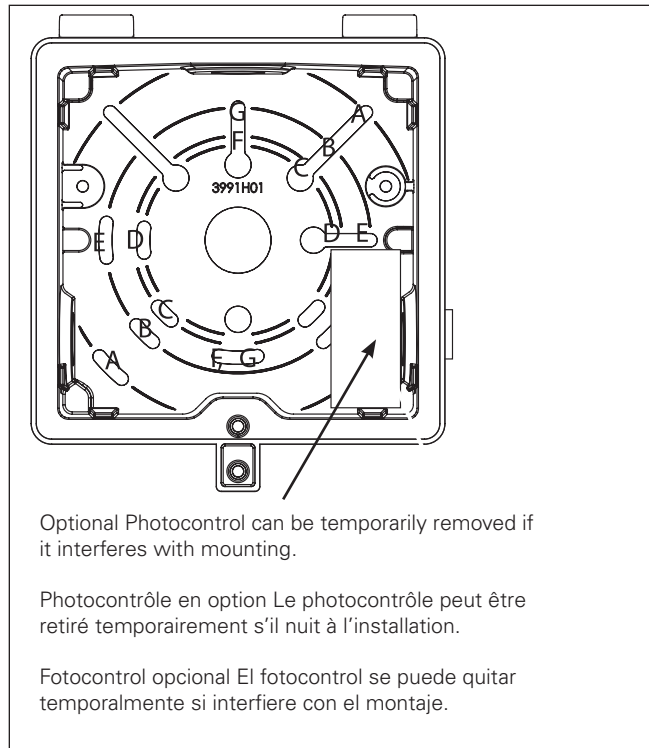

Figure 1., Figura 1.
1. Unscrew door with phillips screw driver. Remove door from back box. Confirm junction box size prior to removing the gasket material for the application (Figure 1). Only remove the gasket material needed for the installation. Mount back box to junction box via supplied hardware or lag mount. Utilize any junction box pairings for lag mount (Example: D-D). Lag mount hardware provided by others.
- Dévissez le couvercle avec un tournevis cruciforme. Retirez le couvercle du boîtier arrière. Vérifiez la taille de la boîte de jonction avant de retirer le produit d'étanchéité pour l'installation (Figure 1). Ne retirez que le produit d'étanchéité nécessaire à l'installation. Installez le boîtier arrière à la boîte de jonction à l'aide du matériel fourni ou des fentes. Utilisez n'importe quel pairage de boîte de jonction pour les fentes (Exemple: D-D). Le matériel requis pour l'assemblage avec les fentes n'est pas fourni.